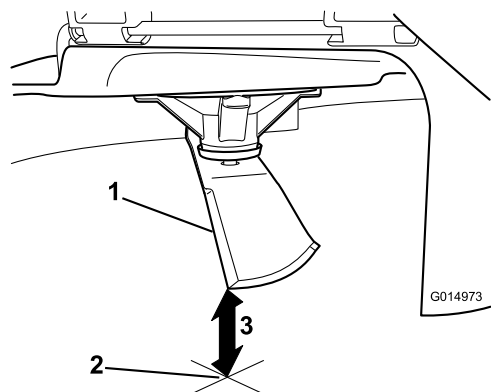

Figura 90
5. Mida desde la punta de la cuchilla hasta la superficie plana (**Figura 90**).